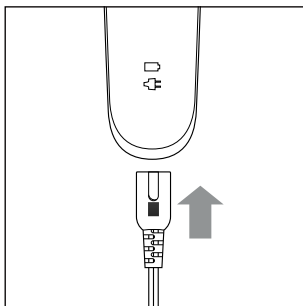

Fig. 1
- 2) Conecte el conector coaxial ⑨ del adaptador de red ⑧ en el aparato (consulte la fig. 1).
- 2) Conecte el conector coaxial ❸ del adaptador de red ❷ en el aparato (consulte la fig. 1).
- 3) Conecte el enchufe del adaptador de red ❷ en una toma eléctrica accesible (100-240 V ~, 50/60 Hz).
- 4) Ajuste el interruptor de encendido/apagado I/O ❹ en la posición I para encender el aparato.